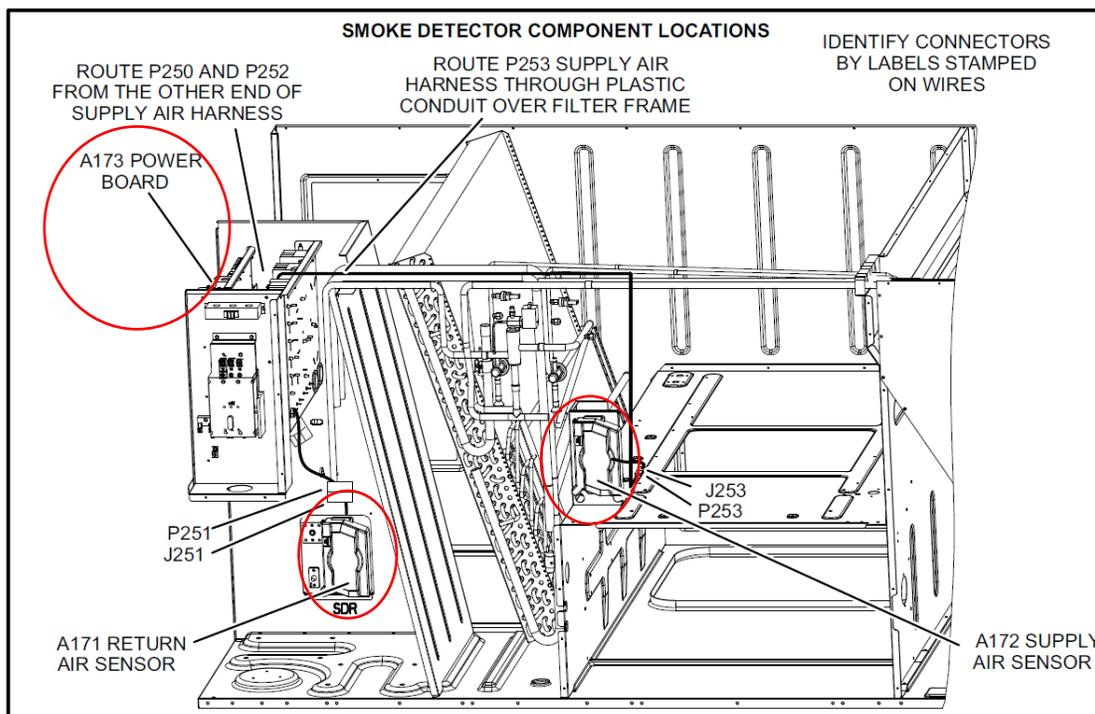

Figure 1. Smoke Detector Kit Component Locations
- a. Se référer au manuel d'installation des détecteurs de fumée D4P120 & D4S – 506437 ou à la Figure 1 ci-dessous pour l'emplacement approximatif des composantes.